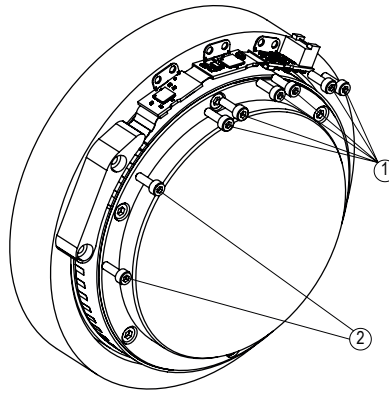

Abb. 3: Montage MSAC200
3. Elektronikeinheit anhand der 3 Halbleche befestigen (siehe Abb. 3).